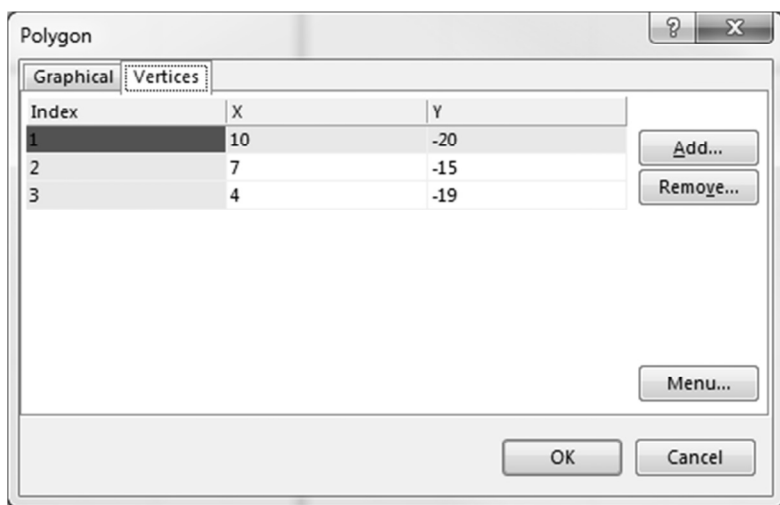

Рис. 2.5. Используйте эти координаты вершин полигона, чтобы получилась правильная стрелка
6. Маленькую стрелку можно нарисовать с помощью замкнутого полигона. Выполните команду **Place** → **Polygon** [«горячие» клавиши **P** → **Y**] или нажмите кнопку **Place Polygon** панели инструментов **Utilities**. Перед рисованием полигона нажмите кнопку **[Tab]** для вызова диалога настроек свойств полигона *Poligon*. Установите толщину линий границы **Border Width** в значение **Smallest**, включите сплошную заливку **Draw Solid**, выберите одинаковый цвет бордюра и заливки (изначально: 229) и нажмите **ОК**. Щелкните **[ЛКМ]** для указания каждой вершины треугольника и затем щелкните **[ПКМ]**. Для выхода из режима рисования повторно щелкните **[ПКМ]** или нажмите **[Esc]**. Координаты вершин полигона представлены на рис. 2.5.